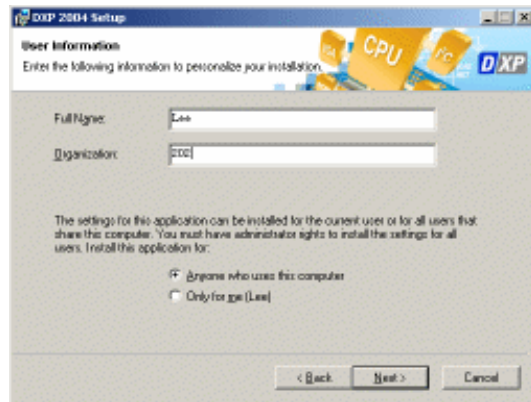

图 1.3 用户信息输入窗口
(3) 选择软件最终许可用户窗口中的“I accept the license agreement”单选项，即同意该协议，单击“Next”按钮，打开如图 1.3 所示的用户信息输入窗口。